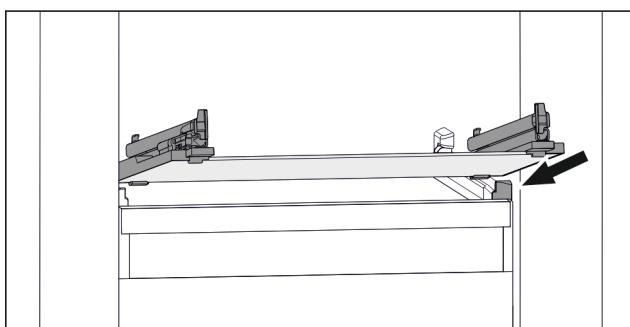

Fig. 98 Příklad znázornění skleněné desky
- Nasadte skleněnou desku šikmo za zarážky. (viz Fig. 98)